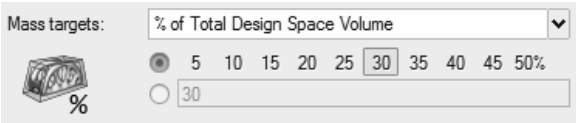

图 5-36
- 3) 在 Mass targets 下拉列表中选择 % of Total Design Space Volume, 然后选中 30, 如图 5-36 所示。